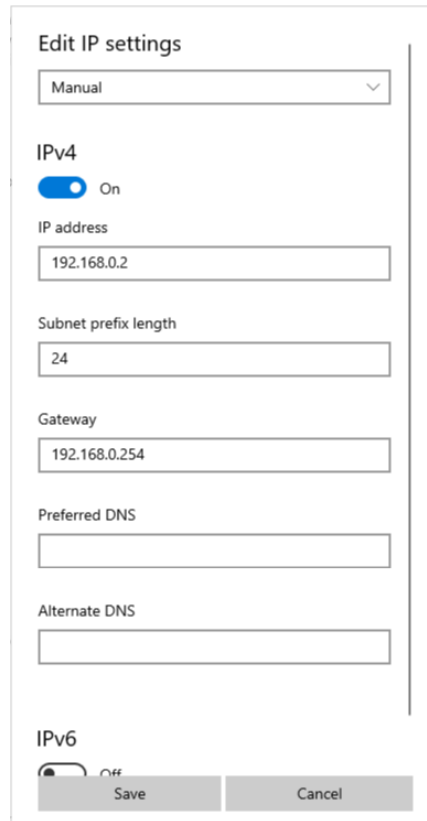

图 A-2. 手动设置 IP 地址
2. 在 IP 设置下方，点击“Edit”按钮并在下拉列表中选择“Manual”，以手动设置 IP 地址，如图 A-2 所示。更改“IP address”、“Subnet prefix length”和“Gateway”字段后，点击“Save”。